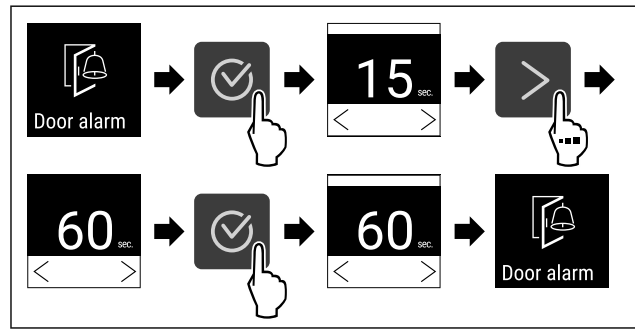

Fig. 117
- ▶ Efectuați pașii de acțiune (vezi Fig. 117).